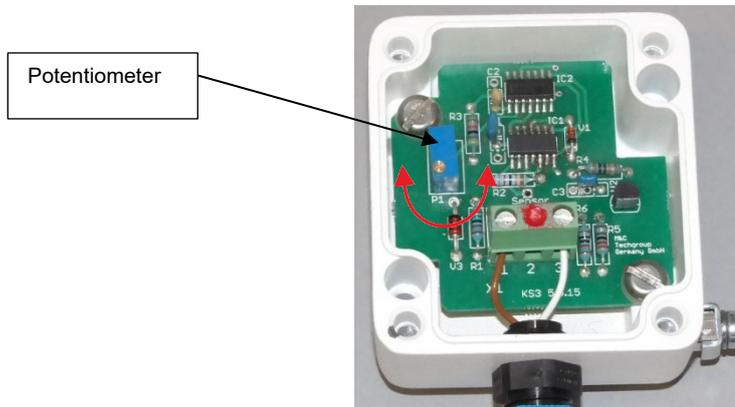

Abbildung 6 Auswerteelektronik KFA6-SR2-EX1.W und Anschlussdose KS3 EX
- Das Potentiometer (Abbildung 6) nach links drehen, bis die LED erlischt.